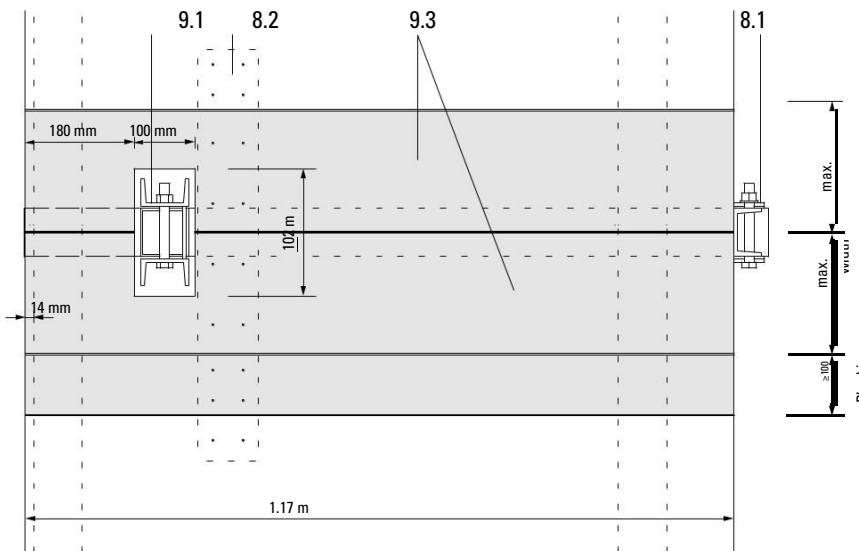

Fig. A2.07
- Широчината на дъските в компенсационната зона е  $\geq 100$  mm! (Fig. A2.07)